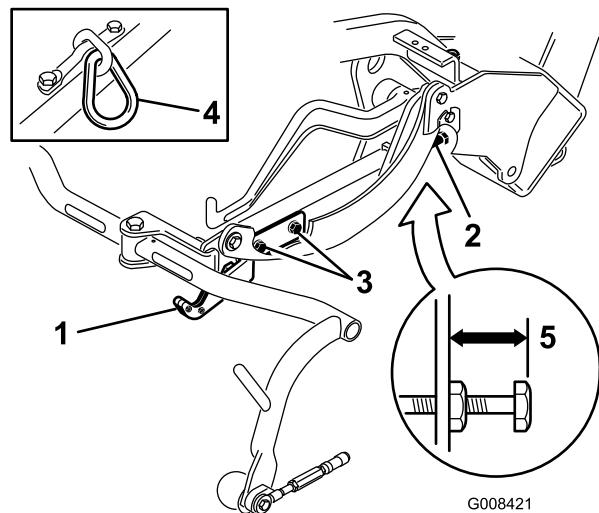
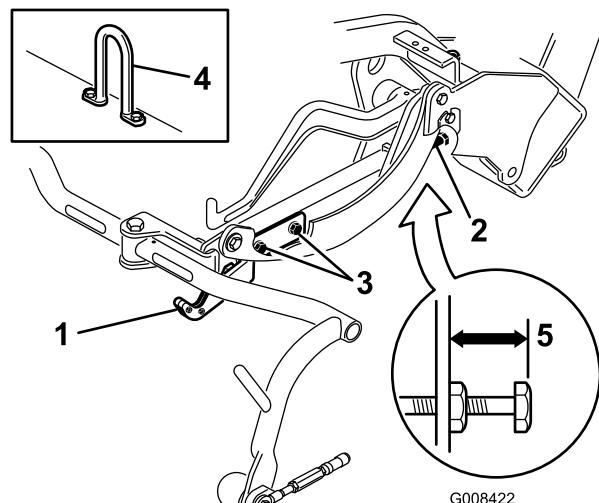
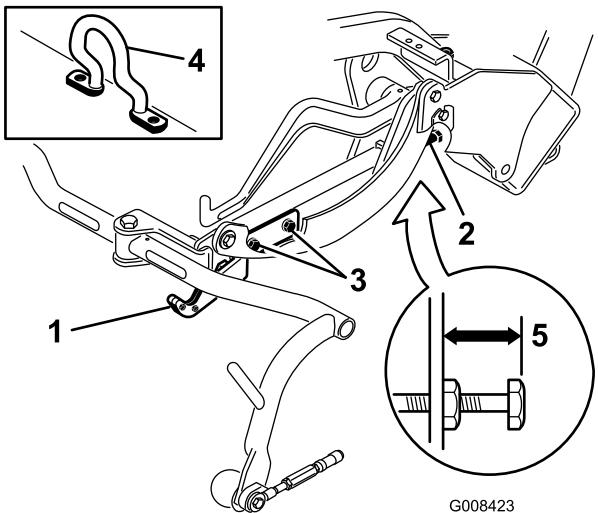

Figure 13
Figure 14
Figure 15
Vérifiez la hauteur de transport (Figure 13 et Figure 14) et ajustez-la au besoin.
2. Sur les plateaux de coupe équipés d'un maillon de chaîne ou d'un crochet de levage droit (Figure 13 et Figure 14, détails), vérifiez qu'un espace de 22 mm existe entre le haut de la vis de réglage du bâti porteur et l'arrière du bâti porteur. Si l'espace n'est pas correct, passez à l'étape 4. Si le plateau de coupe est équipé d'un crochet de levage décentré (Figure 15), passez à l'étape suivante.
3. Sur les plateaux de coupe équipés d'un crochet de levage décentré (Figure 15, détails), vérifiez qu'un espace de 25 mm existe entre le haut de la vis de réglage du bâti porteur et l'arrière du bâti porteur. Si l'espace n'est pas correct, passez à l'étape 4.
4. Desserrez les vis de la plaque de transport (Figure 13, Figure 14 et Figure 15).
7. Si les bâts porteurs ne sont pas tous à la même hauteur, desserrez l'écrou de blocage de la vis de réglage de chaque bâti (Figure 13, Figure 14 et Figure 15). Tournez la vis vers l'extérieur pour éléver le bâti ou vers l'intérieur pour l'abaisser. Serrez l'écrou de blocage une fois la hauteur correcte obtenue.